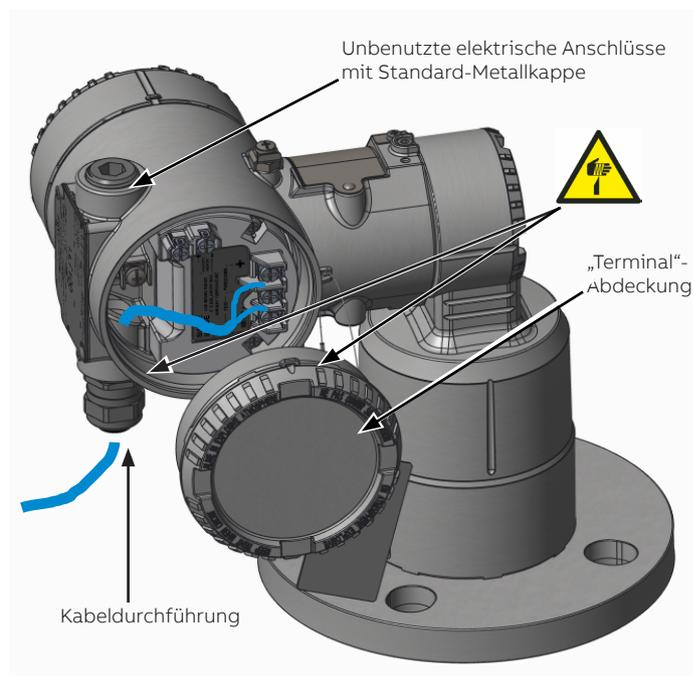

Abb. 3 Zugriff auf die Klemmen im LLT100
1. Entfernen Sie die provisorische Kunststoffkappe von einem der zwei elektrischen Anschlüsse (siehe Abb. 3).
2. Entfernen Sie die Gehäuseabdeckung an der „Terminal“-Seite (siehe Abb. 3). Siehe die Angaben auf dem Typenschild des Geräts.